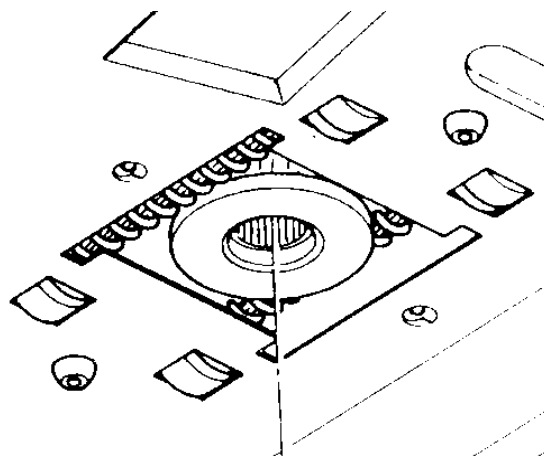

Рисунок 6
24. Установите новый редуктор. Обязательно отцентрируйте его посередине между стенками отверстия в скобе двигателя. Обратите внимание, что в середине зубчатого колеса есть выступы (зубцы). Выступы не выходят совсем на одну сторону внутреннего колеса редуктора. Это нижняя сторона для установки (рисунок 6).